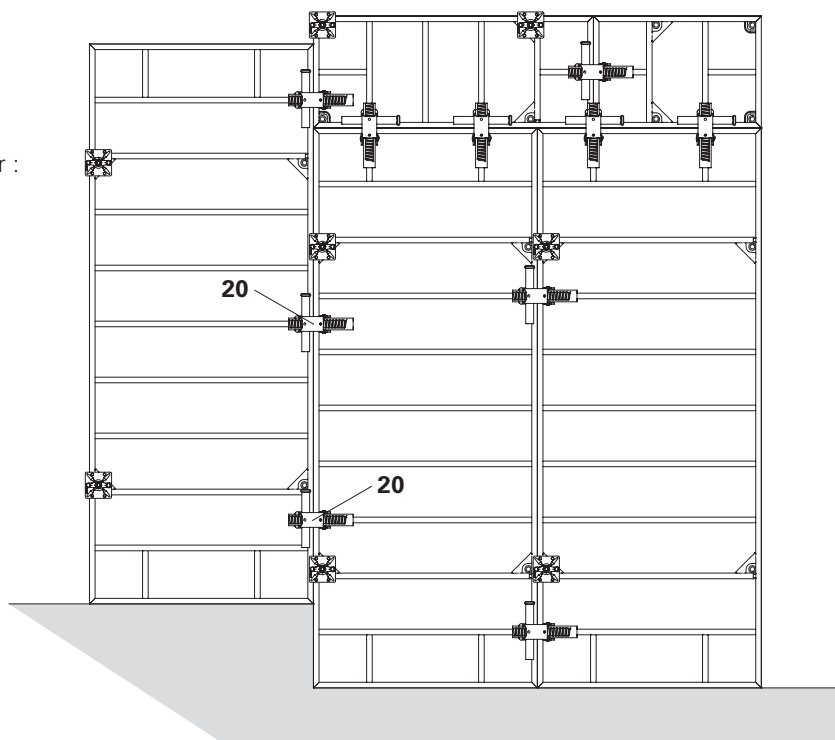

Fig. A9.04
Pour les décrochements en hauteur : en fonction du décrochement lui-même, les pinces DRS (20) sont installés alternativement sur les montants du cadre des panneaux droit et gauche. (Fig. A9.04)